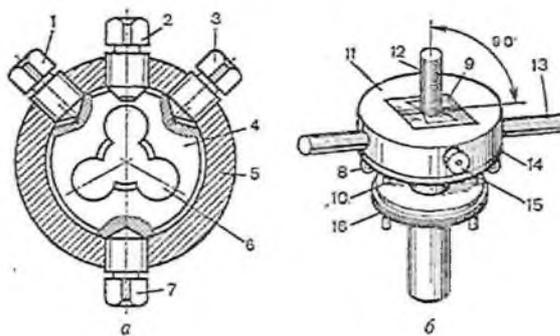

Рисунок 8.2. Метчики
- Смазать рабочую часть первого (чернового) метчика маслом и вставить его заборной частью в отверстие строго по его оси (рисунок 8.2).